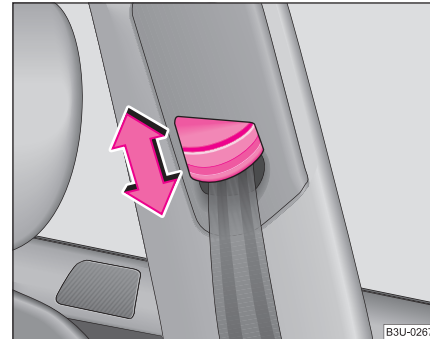

Fig. 139 Scaun față:
- Împingeți dispozitivul în poziția dorită în sus sau în jos ⇒ **fig. 139**.